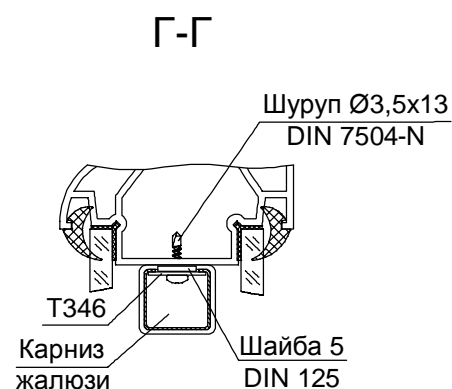

Рис. 6.5.5
3. Прикрепить карниз жалюзи к верхнему профилю самонарезающими шурупами через короб либо использовать держатель карниза Т346 (см. рис. 6.5.5).